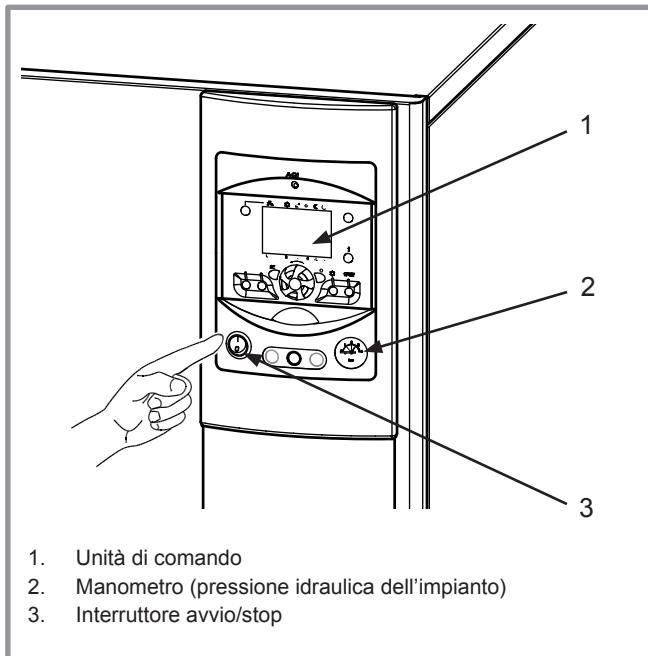

figura 5 - Colocação em serviço
- Controllare che l'impianto sia riempito d'acqua e correttamente spurgato e verificare sul manometro che la pressione sia sufficiente (rif. 2, **figura 5**), tra 1,5 e 2 bar.